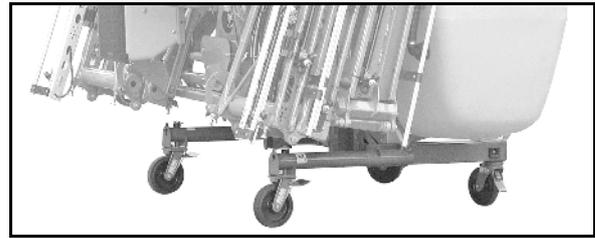

Fig. 8
- Apoios de descanso à esquerda e à direita (Fig. 8) para impedir a queda da máquina em descanso